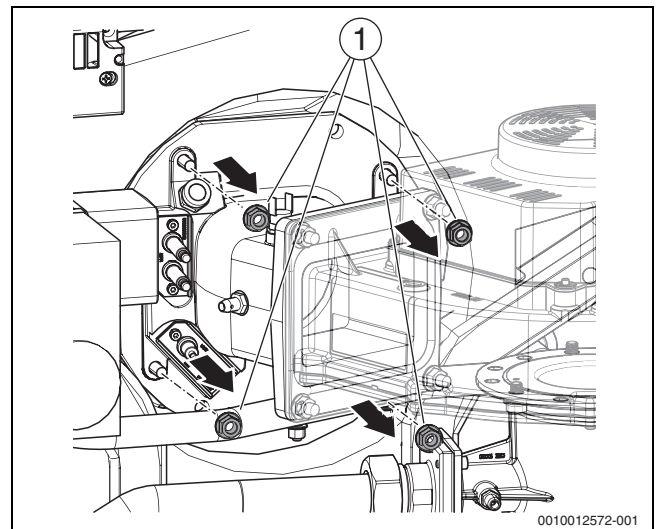
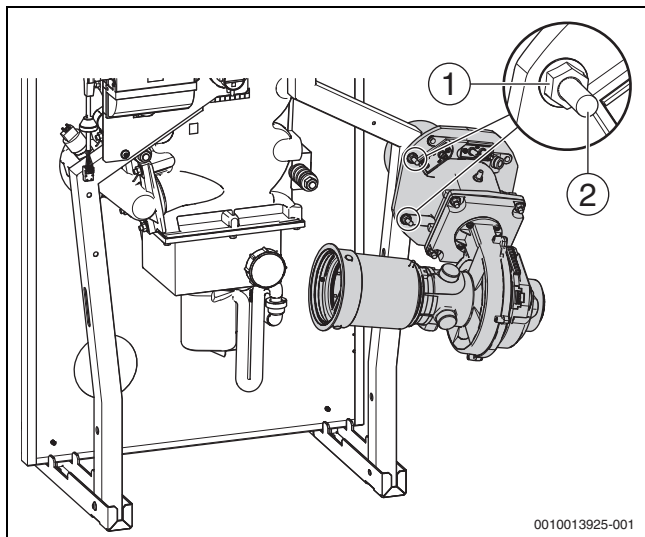

Bild 46 Muttern am Gemischkrümmer lösen
Bild 47 Brenner in Wartungsposition (Montage rechts)
- Brenner mit Flansch auf die werkseitig montierten Schrauben (→ Bild 47, [2]) aufstecken und mit zwei der zuvor entfernten Befestigungsmuttern (→ Bild 46, [1]) sichern.